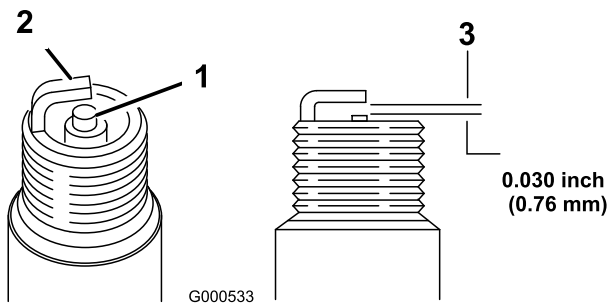

Bild 19
5. Stellen Sie den Abstand an der neuen Zündkerze auf 0,76 mm ein, wie in Bild 19 abgebildet.